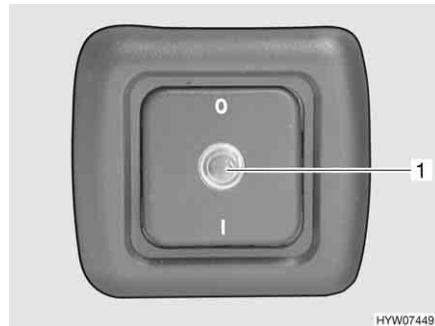

Fig. 105 Interruttore di comando per scaldaacqua
Con l'interruttore di comando (Fig. 105) si inserisce la modalità di funzionamento elettrico. La spia di controllo (Fig. 105,1) nell'interruttore deve accendersi.
- Inserire l'interruttore di comando (Fig. 105). La spia di controllo (Fig. 105,1) nell'interruttore si accende. L'acqua nello scaldaacqua viene riscaldata a 65 °C.
- Spegnere l'interruttore di comando (Fig. 105). La spia di controllo (Fig. 105,1) nell'interruttore si spegne.
- Spegnere l'interruttore di comando (Fig. 105). La spia di controllo (Fig. 105,1) nell'interruttore non si accende.